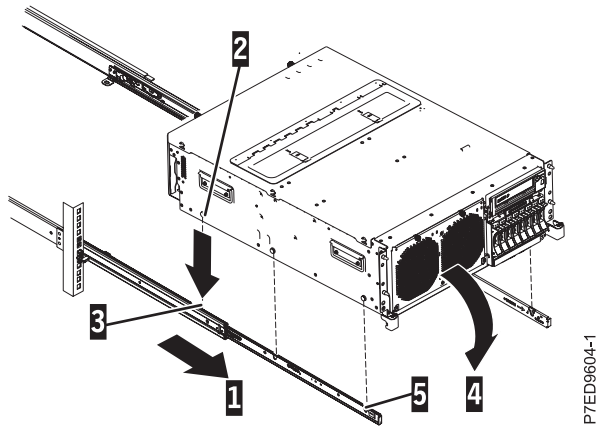

Abbildung 8. Schienen ausgezogen, Nagelköpfe des Servers an den Aussparungen der Schiene ausgerichtet
7. Ziehen Sie die Schienen nach vorne (1), bis sie zweimal einrasten. Heben Sie vorsichtig den Server an und neigen Sie ihn so über die Schienen, dass die hinteren Nagelköpfe (2) am Server an den hinteren Aussparungen (3) an den Schienen ausgerichtet sind. Schieben Sie den Server nach unten, bis die hinteren Nagelköpfe in die beiden hinteren Aussparungen eingreifen, und senken Sie die Vorderseite des Servers (4) ab, bis die anderen Nagelköpfe in die anderen Aussparungen in den Schienen eingreifen. Stellen Sie sicher, dass sich die vordere Verriegelung (5) über die Nagelköpfe schiebt (siehe Abb. 8 auf Seite 9).